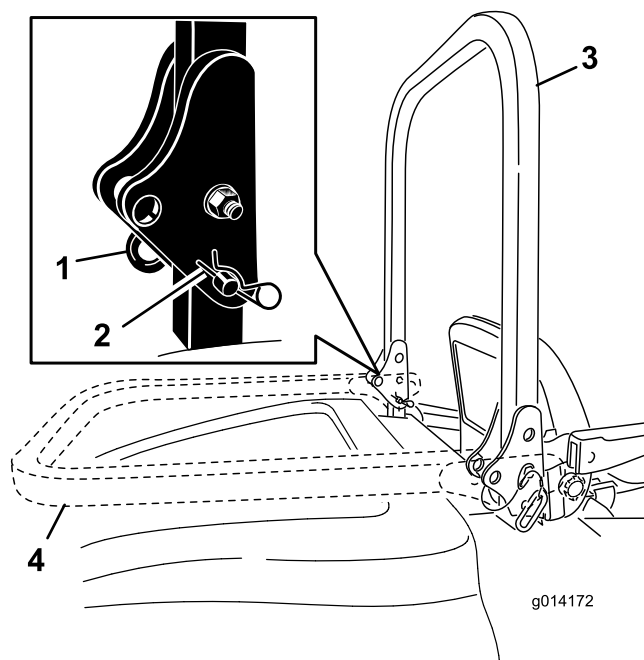

Figure 21
1. Pour abaisser l'arceau de sécurité, retirez les goupilles fendues, poussez l'arceau de sécurité en avant contre les ressorts et retirez les 2 axes (Figure 21).
2. Faites pivoter l'arceau de sécurité à la position abaissée (Figure 21).
3. Posez les 2 axes et fixez-les avec les goupilles fendues (Figure 21).
4. Pour relever l'arceau de sécurité, retirez les goupilles fendues puis les 2 axes (Figure 21).
5. Relevez complètement l'arceau de sécurité puis insérez les 2 axes et fixez-les avec les goupilles fendues (Figure 21).